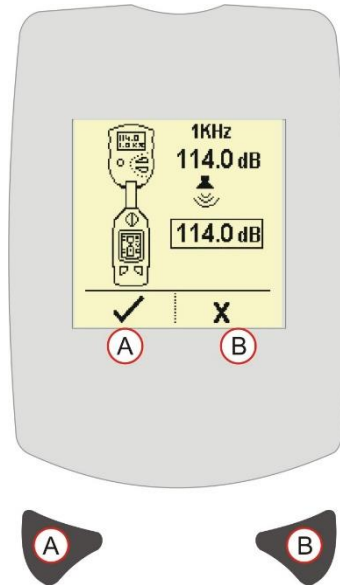

Figure 5 Écran de mode calibrage
- Mettez le calibreur acoustique fermement sur le micro. L'instrument détecte automatiquement une tonalité de 1 kHz à partir d'un calibreur et passe en mode calibrage (voir figure 5).